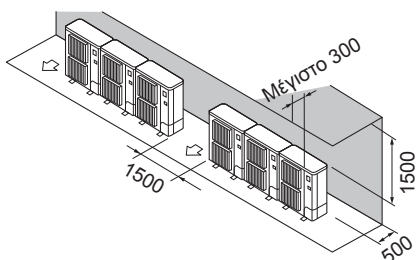

Fig. 2-10
- ② Εμπόδια στην πίσω και επάνω πλευρά μόνο (Fig. 2-10)